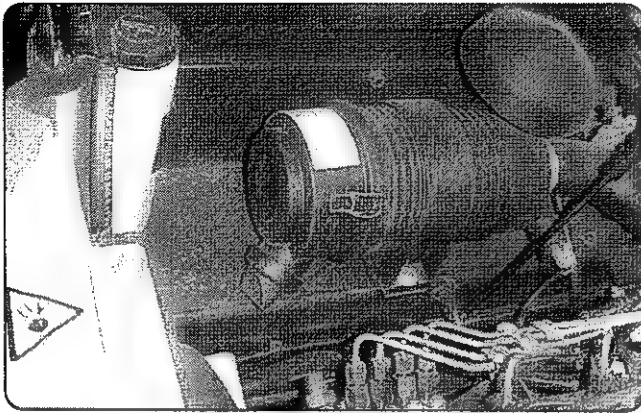

fig. 17
- 3) Sacar el polvo retenido en el filtro del aire, apretando la válvula 1 (Fig. 17)
- 2) Prestar especial atención al filtro del aire (Fig. 17) Presionar la válvula de evacuación 1 para sacar el polvo acumulado en el interior. Limpiar todo el exterior del filtro y especialmente el prefiltro de aspiración 2.
- 3) Take out the dust of the air filter, tightening the valve 1 (Fig. 17).
- 2) Pay special attention to the air filter (Fig. 17). Press the outlet valve 1 to release the inside accumulated dust. Clean the outside of the filter and, specially, aspiration prefilter 2.
- 3) Faire sortir la poussière retenue dans le filtre à air, en serrant la valve 1 (Fig. 17).
- 2) Faire particulièrement attention au filtre à air (Fig. 17). Appuyer sur la valve d'évacuation 1 pour faire sortir la poussière accumulée à l'intérieur. Nettoyer entièrement l'extérieur du filtre et en particulier le préfiltre d'aspiration 2.
- 2) Limpiar el filtro de aire (Fig. 17) Antes de soltar la tapa 3, presionar la válvula 2 para sacar el polvo acumulado en el interior del filtro. Soltar las grapas, desmontar la tapa 3, sacar los elementos filtrantes y limpiarlos con aire a presión. Si no están en condiciones, o después de 5 limpiezas SUSTITUIR ambos elementos filtrantes. Al volver a colocar la tapa, asegurarse de su correcta colocación y cierre